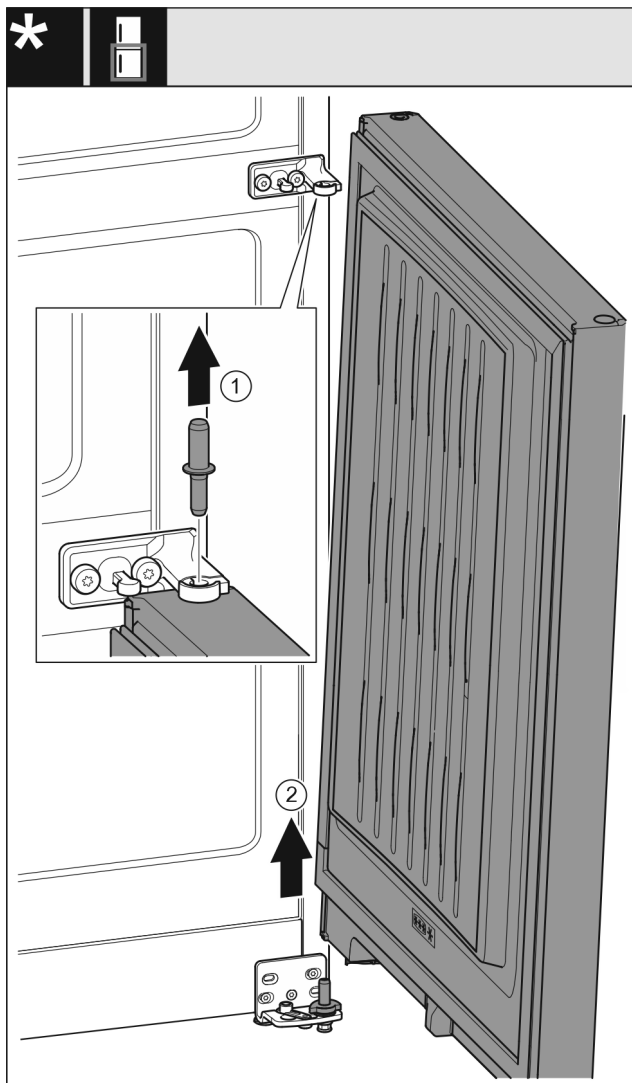

Fig. 8
- ▶ Sworznie wyjąć w górę. Fig. 8 (1)
- ▶ Drzwi wyjąć pociągając w górę, a następnie odstawić z boku. Fig. 8 (2)